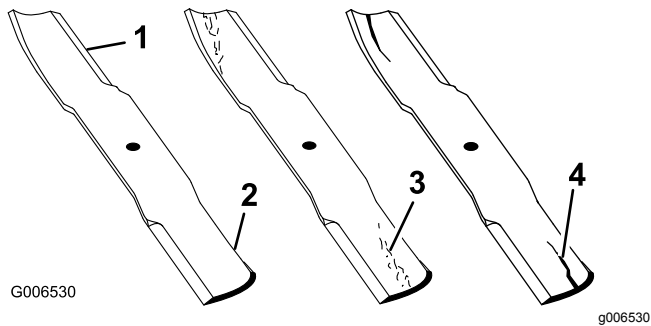

Bild 78
1. Untersuchen Sie die Schnittkanten (Bild 78).
4. Wenn Sie Risse, Verschleiß oder Rillenbildung in diesem Bereich feststellen, sollten Sie sofort ein neues Schnittmesser einbauen (Bild 78).